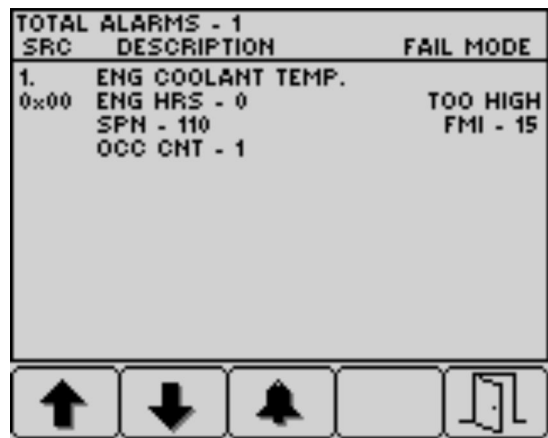

Figura 82
4. Pulse el botón 5 para salir de la lista de fallos activos y regresar a la pantalla de inicio (Figura 82).
5. Pulse el botón 5 para salir de la lista de fallos activos y regresar a la pantalla principal; consulte la Figura 82 en Mensajes de aviso del motor (página 49).